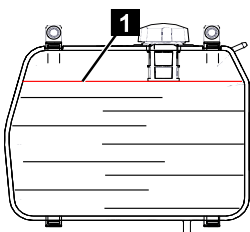

Fig. 114
5. Remplir le réservoir de carburant au maximum jusqu'au niveau indiqué (Fig.114/1).